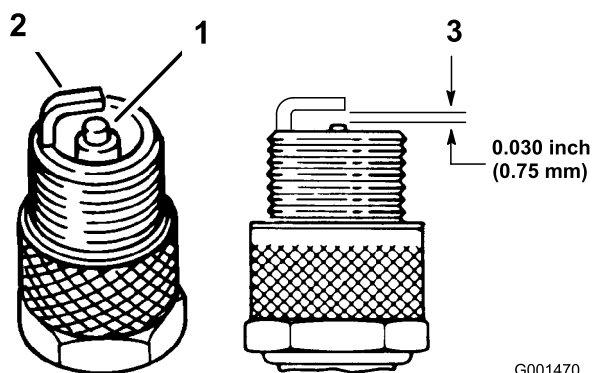

Figura 30
3. Controllate le condizioni degli elettrodi laterale e centrale, e dell'isolatore dell'elettrodo centrale, per accertare che non siano avariati (Figura 30).
4. Impostate la distanza tra il centro e il lato degli elettrodi a 0,762 mm (Figura 30). Montate la candela con la giusta distanza fra gli elettrodi, e serratela a 20 Nm.